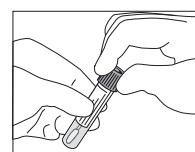

Fig. 3
5. Coloque a tampa no tubo apertando firmemente (Fig. 3).